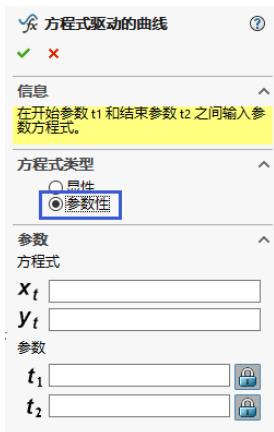

图 9
6.2、在“设计树”选择参数性，如图 9 所示，在这里我运用方法二计算的公式建模，按照参数  $R = 125, H = 100, \theta_{max} = 0.6435$ ，在参数栏中四个对话框中分别填入以下信息：